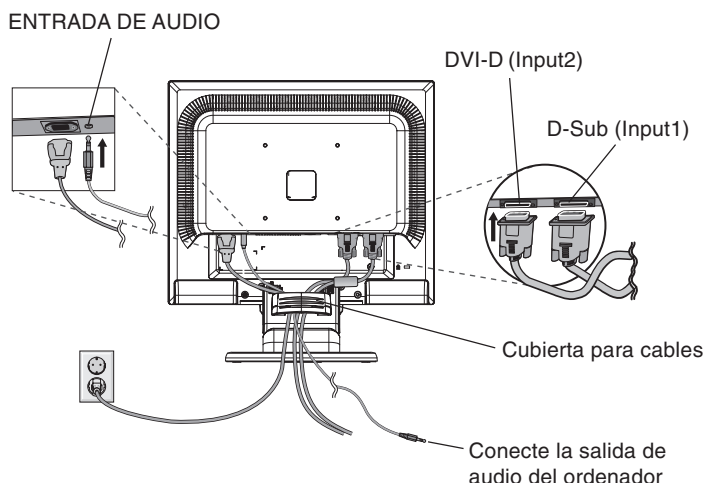
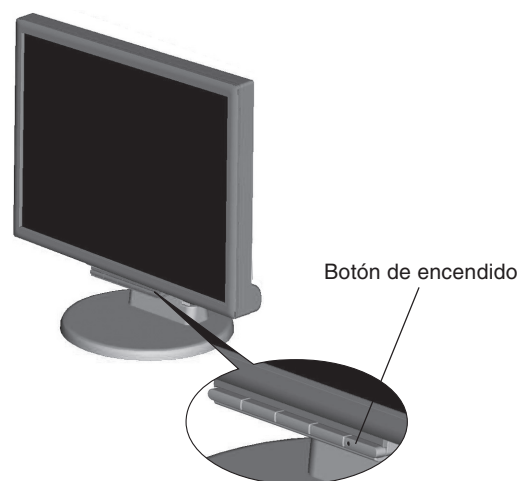

Figura B.1
Figura C.1
4. Conecte todos los cables al conector apropiado de la parte posterior del monitor (**figura B.1**). Conecte los auriculares (no incluidos) al conector apropiado de la parte trasera del monitor (**figura C.1**).
5. Conecte un extremo del cable de alimentación al monitor y el otro a la toma de corriente. Introduzca el cable de señal de vídeo, el de audio y el de alimentación en la cubierta para cables (**figura B.1**).
6. Encienda el monitor y el ordenador con el botón de encendido (**figura C.1**).